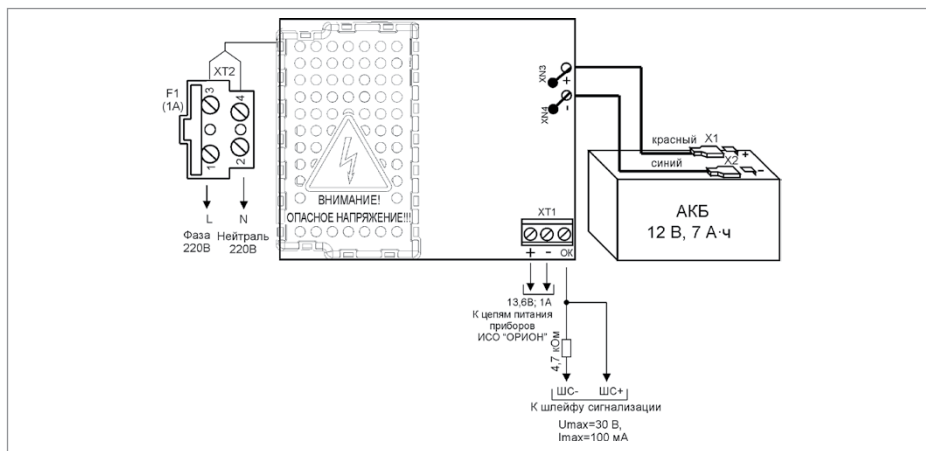

Рисунок 6. Схема подключения РИП-12 исп.11 (РИП-12-1/7П2)
1.6. Схема подключения приведена на Рисунок 6.
1.13. Проверьте правильность произведённого монтажа в соответствии со схемой подключения (Рисунок 6).